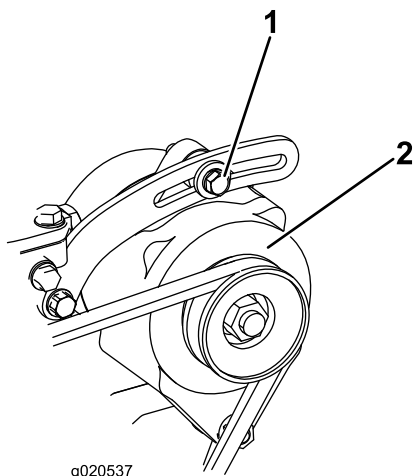

図 48
ベルト 図 48 は100運転時間ごとに劣化状態と張りを点検します。
2. たわみが10 mmでない場合には、オルタネータ取り付けボルトをゆるめる 図 48。適当な張りに調整してボルトを締める。ベルトのたわみが適切に調整されたことを確認する。